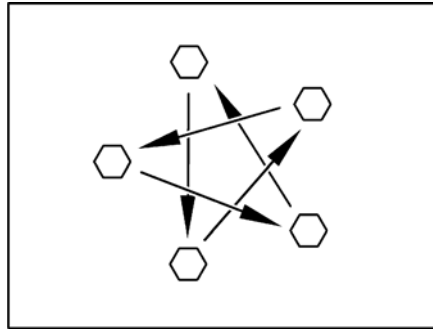

Bild 321 Radmuttern oder Radschrauben über Kreuz anziehen
- Radmuttern oder Radschrauben regelmäßig auf festen Sitz prüfen. Radmuttern oder Radschrauben eines ausgewechselten Rades nach 50 km über Kreuz nachziehen (Bild 321).
- ▷ Radmuttern oder Radschrauben über Kreuz anziehen (Bild 321).